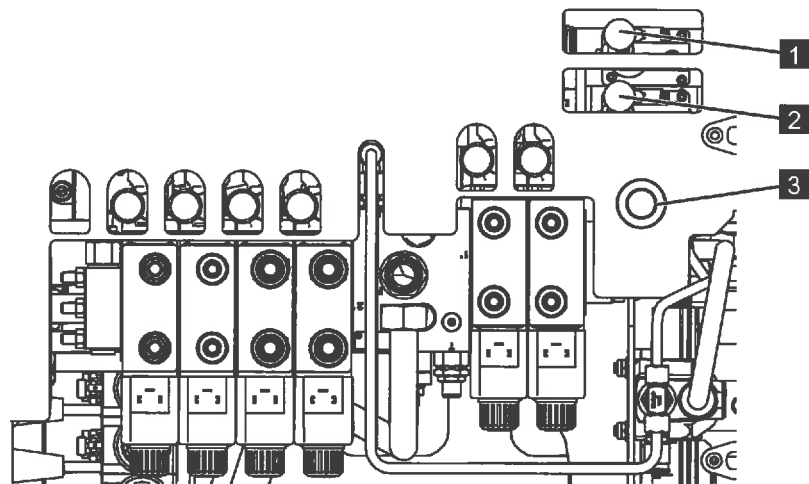

Abb. 175
5. Den Taster [Notbedienung] (Abb.175/3) drücken und halten.
| Ventilhebel (Abb.175/1) nach vorne drücken. | | Kettenfahrwerk rechts fährt vor |
| Ventilhebel (Abb.175/1) nach hinten ziehen. | | Kettenfahrwerk rechts fährt zurück |
| Ventilhebel (Abb.175/2) nach vorne drücken. | | Kettenfahrwerk links fährt vor |
| Ventilhebel (Abb.175/2) nach hinten ziehen. | | Kettenfahrwerk links fährt zurück |